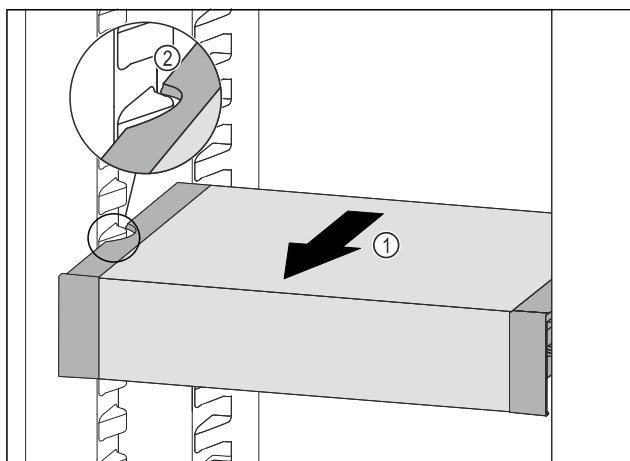

Fig. 72
- ▶ Тяните VarioSafe вперед *Fig. 72 (1)*, пока боковые выемки VarioSafe не окажутся на высоте выступа резервуара в холодильном отделении. *Fig. 72 (2)*